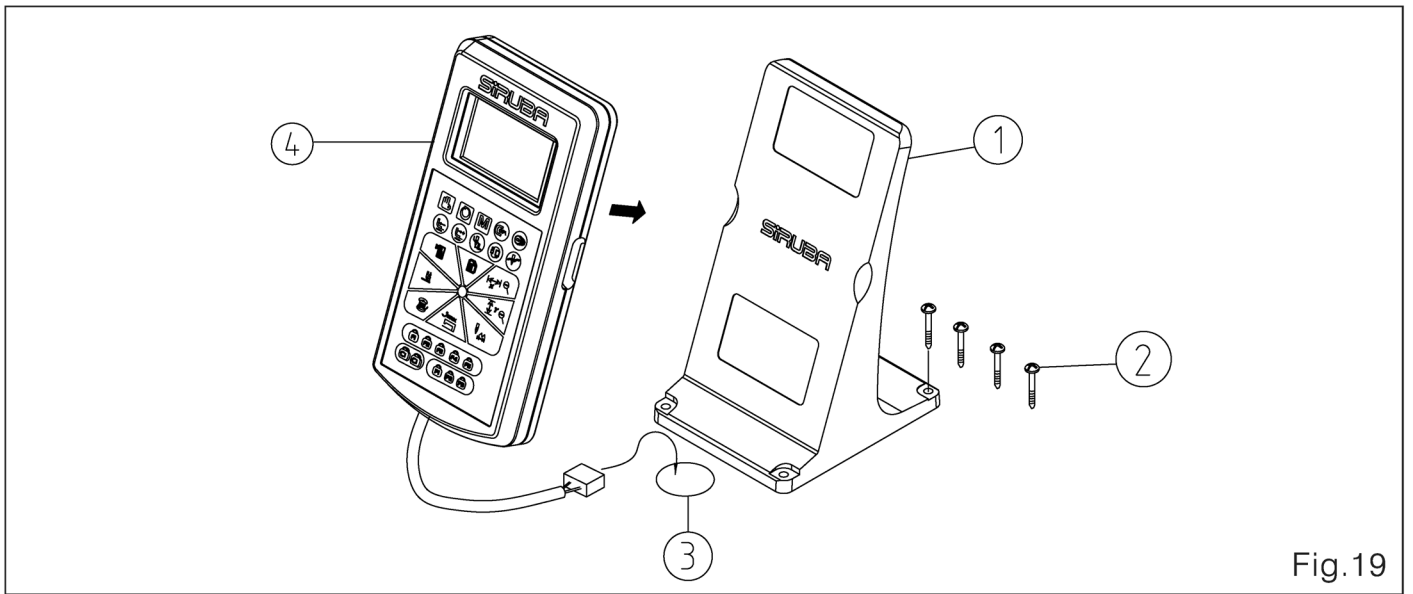

Fig.19
10. Instale o painel de operação (Fig. 19)